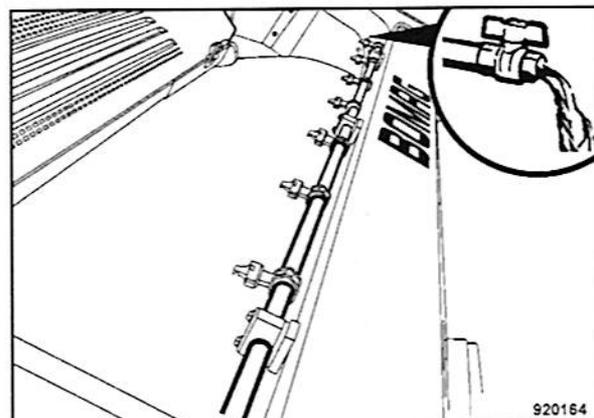

Fig. 200
- Abrir todos los grifos de descarga de agua (Fig. 200) en los tubos de rociado y descargar el agua por completo.